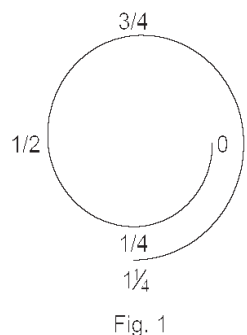

Fig. 1
4. Apriete la tuerca 11/4 vuelta (Fig.1) con la llave, manteniendo firmemente el cuerpo del rácor.